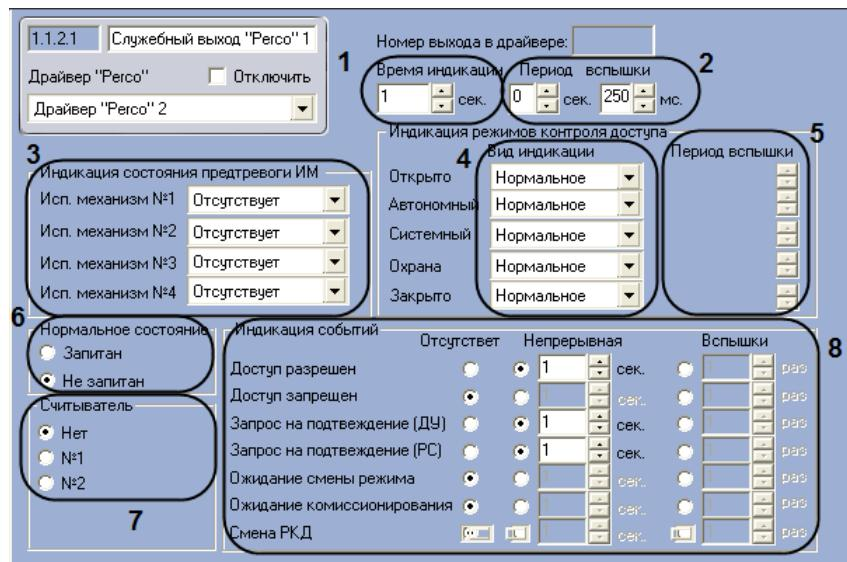

Рис. 3.10—2. Настройка служебного входа Perco
2. Указать время непрерывной индикации в поле **Время индикации** с помощью кнопок **вверх-вниз** (см. Рис. 3.10—2, 1). Диапазон значений – от 0 до 15 сек.
3. Указать период пульсирующей индикации в поле **Период вспышки** с помощью кнопок **вверх-вниз** (см. Рис. 3.10—2, 2). Диапазон значений – от 0 до 3.5 сек.